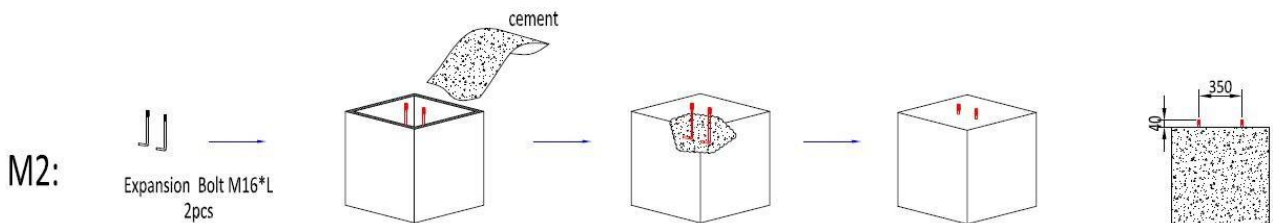

Abbildung 1
- Vier Einzelfundamente mit einer Kantenlänge von 80 x 80 x 80 cm, B x H x L (wie Abbildung 1), wobei es Ihnen überlassen ist, ob Sie die Blockfundamente selbst gießen oder vorgefertigte Elemente einsetzen.